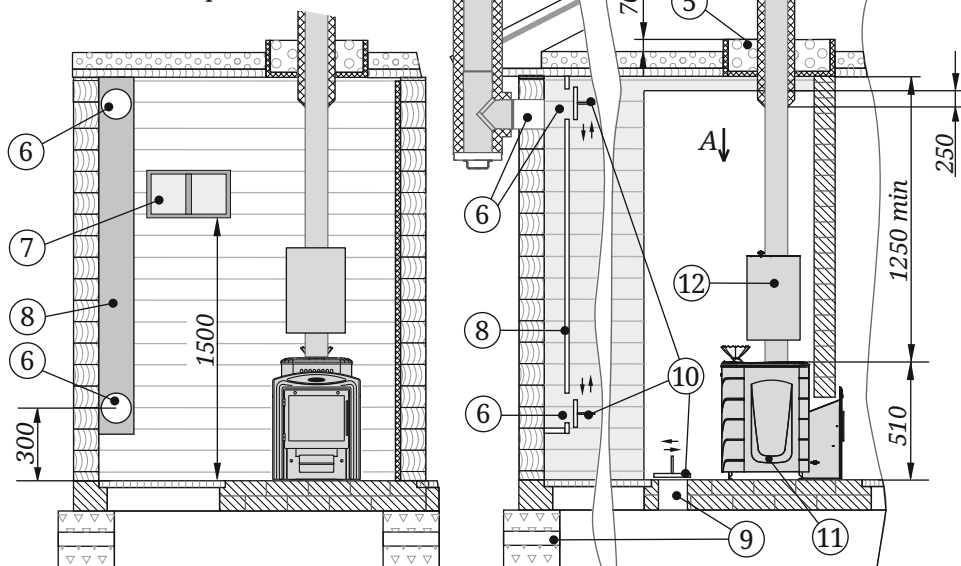

Рисунок 9. Схема монтажа печи
- пол из горючих и трудногорючих материалов перед дверцей топki застелить металлическим листом размером 700×500 мм (рисунок 9).
Для обеспечения хорошего воздухообмена, вентиляции и обеспечения оптимальных кондиций русской паровой бани, в парной необходимо организовать приточно-вытяжную вентиляцию (см. рисунок 9).